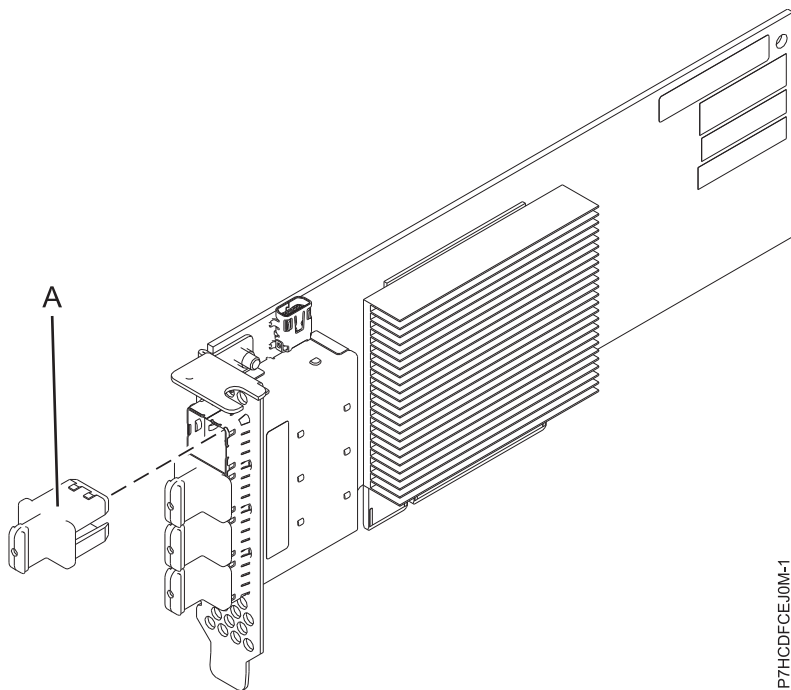

Figure 100. Carte PCIe3 SAS RAID LP 6 Gb 4 ports
La carte PCIe3 LP SAS RAID quatre ports 6 Gb est une carte PCI Express (PCIe) SAS RAID de troisième génération, courte et à faible encombrement. Elle est destinée aux applications SAS (Serial Attached SCSI) hautes performances et haute densité. Elle prend en charge le raccordement de disque SAS et de bande magnétique SAS à l'aide de quatre connecteurs mini-SAS HD (haute densité) x4 qui permettent d'utiliser les liaisons physiques dans différentes configurations étroites et larges de ports. Le raccordement de bande magnétique n'est pris en charge qu'avec une configuration de carte unique et ne peut pas être combiné avec un disque SAS sur la même carte. L'adaptateur ne dispose pas d'un cache en écriture. La figure 100, à la page 304 illustre la carte PCIe3 LP SAS RAID quatre ports 6 Gb.
La figure 100 représente la carte. Le capuchon du connecteur (A) est installé dans un port vide et empêche que ce port ne soit endommagé lorsqu'un câble d'un connecteur de port adjacent est branché ou retiré.